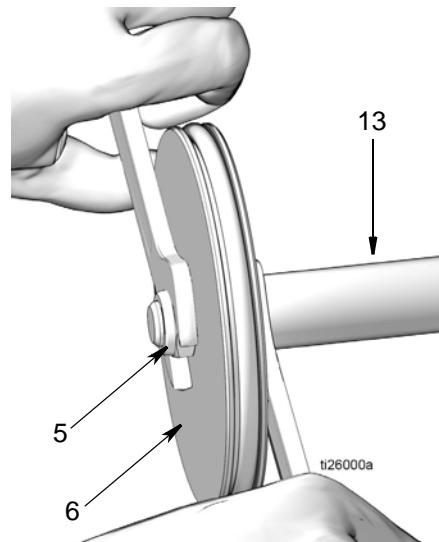

图 18
- a. 将活塞杆 (13) 和活塞 (6) 拉出气缸 (2) (图 18)。
- b. 使用两个扳手，在相反方向上用力，分开活塞杆 (13) 和活塞 (6)。使用一个开口扳手紧固活塞杆的平端，另一个扳手用于松开螺母 (5)，如图 18 所示。